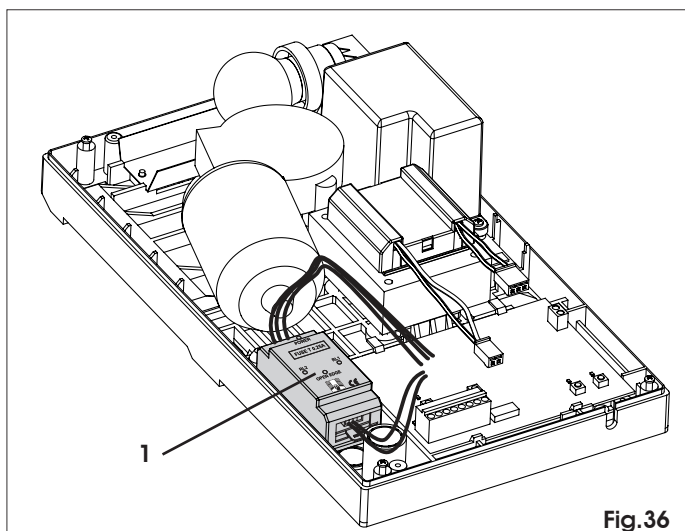

Fig.36
Zastosowanie listwy bezpieczeństwa z elementem przewodzącym jest ułatwione przez możliwość umieszczenia na napędzie odpowiedniej jednostki sterującej (Rys. 36 odn. 1). Postępować w następujący sposób:
- Umieścić jednostkę sterującą jak wskazano na Rys. 36.